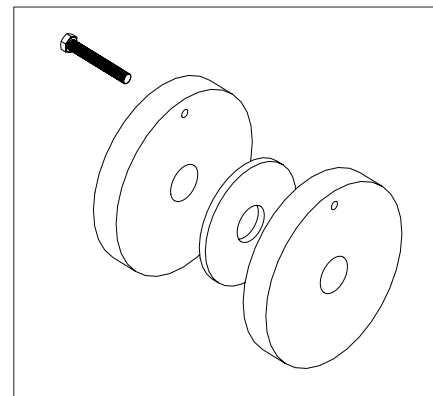

Fig. 4
5. Préparer le mécanisme 2 avec une pièce n°6 et deux pièces n°7 (Fig. 4) ;